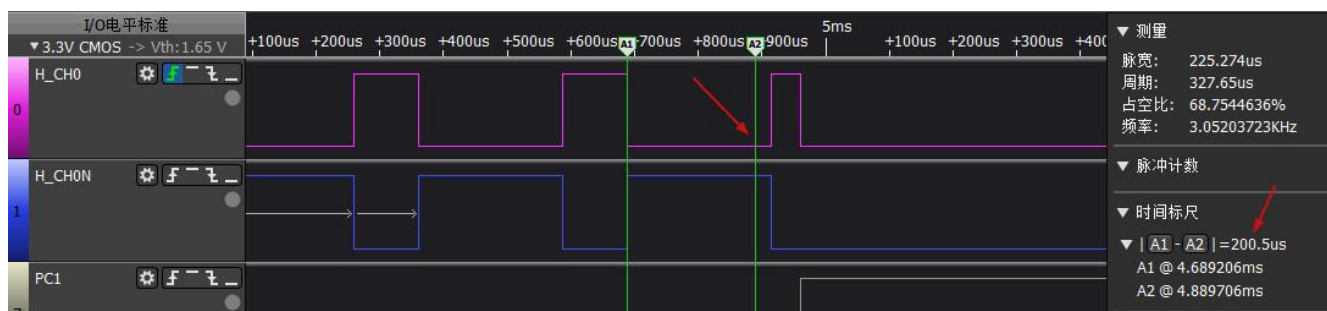

图 4.4 设定的 LEB 计数范围
- 而 LEB 启动沿设置为 PWM\_H 下降沿，时长 200us。如下图 4.4 红色箭头所示。